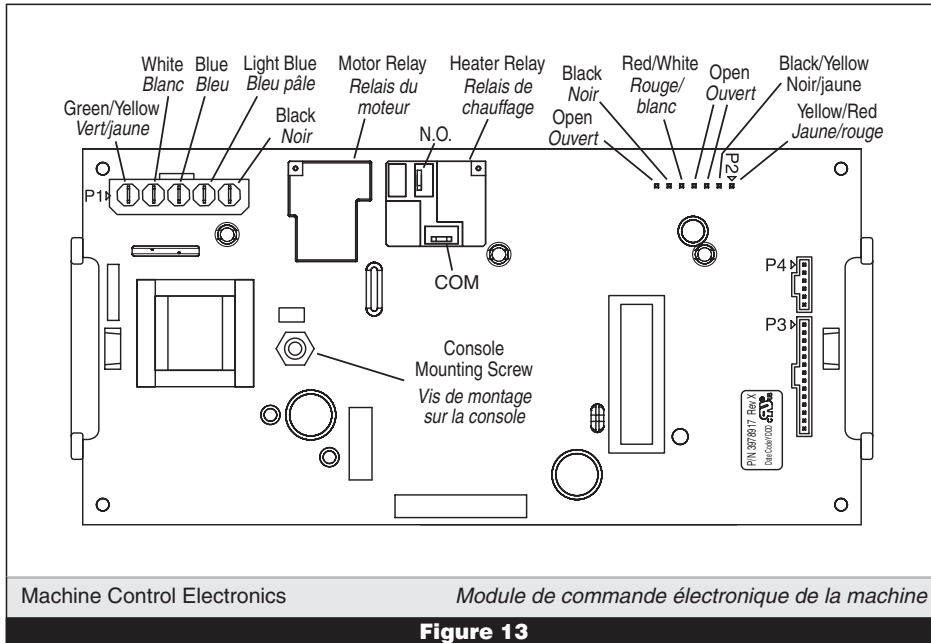

Figure 13
- Disconnect the ribbon cables at P3 and P4 on the machine control electronics (see figure 13 on page 12 for connector locations).
- Déconnecter les câbles plats à P3 et P4 sur le module de commande électronique de la machine (voir figure 13, page 12 pour les emplacements des connecteurs).
Remove all the wire connections to the machine control board. See figure 13, page 12.
Débrancher tous les conducteurs sur la carte des circuits. Voir figure 13, page 12.